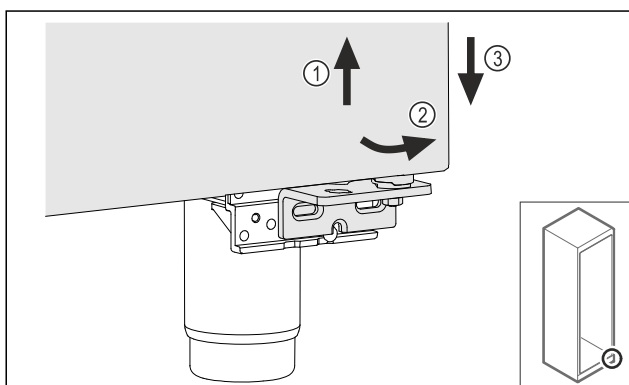

Fig. 18
- Soulever légèrement la porte Fig. 18 (1), la faire basculer vers l'avant Fig. 18 (2) et l'abaisser Fig. 18 (3).